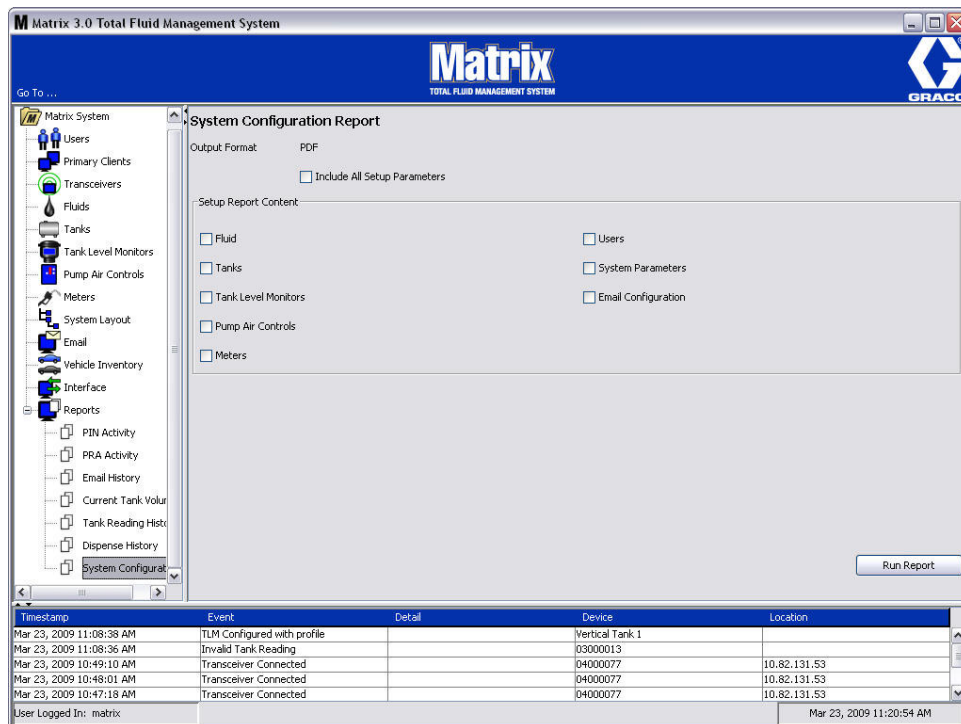

FIG. 177
- Configuración del sistema (FIG. 177)